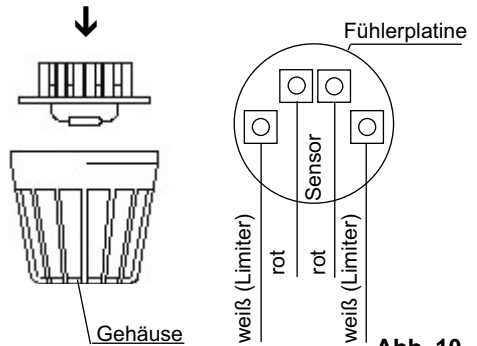

Abb. 10
4. Die Leitungen für den Begrenzer (weiß) und den Temperaturföhler (rot) gemäß Abb. 10 an der Föhlerplatine anklömmen: Die Föhlerplatine anschließend in das Gehäuse einrasten.